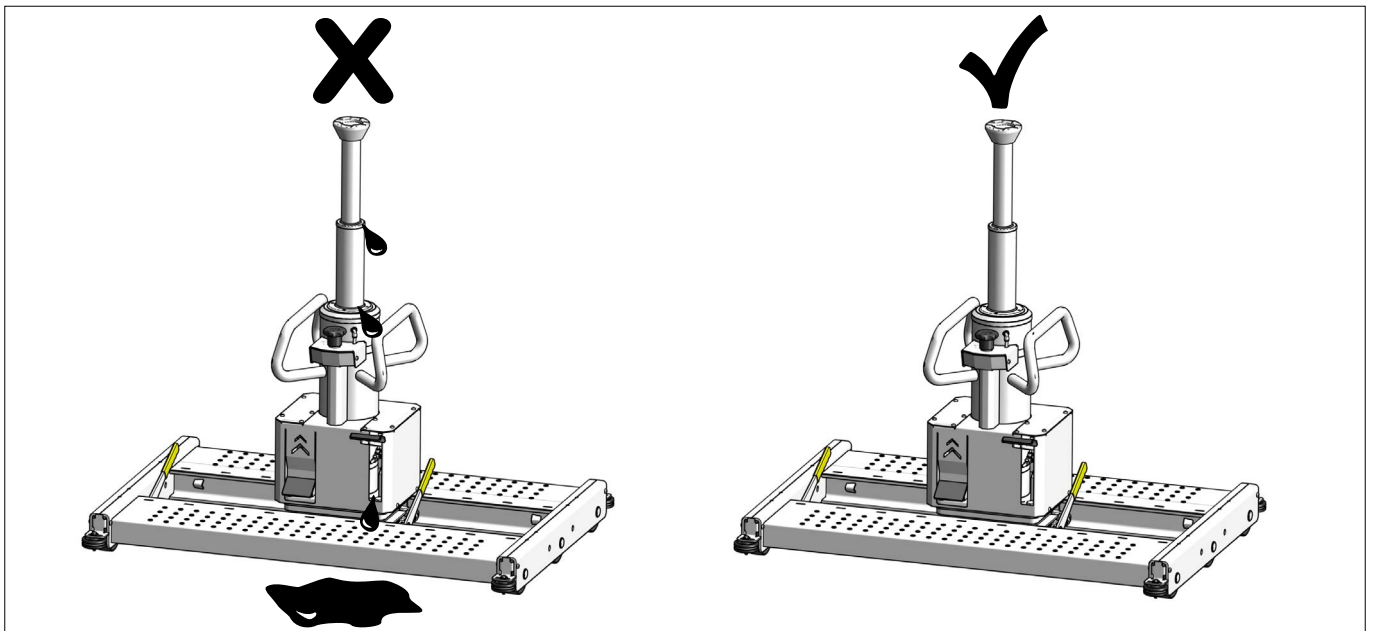

Fig.51
- Slangar, cylindre og pumpe for utætheder (*Fig. 51*)
- Hoses, cylinder and pump unit for leaks (*Fig. 51*)
- Dichtigkeit von Schläuchen, Zylinder und Pumpe (*Fig. 51*)
- Flexibles, cylindre et pompe pour les fuites (*Fig. 51*)
- Slangar, eventuellt läckage från cylinder och pumpenhet (*Fig. 51*)
- Letkut, sylinterin ja pumpun vuodot (*Fig. 51*)
- Slangen, cilinder en pompeenheid op lekken (*Fig. 51*)
- Fugas en la unidad de la bomba, el cilindro y las mangueras (*Fig. 51*)
- На предмет герметичности шлангов, цилиндра и насосного агрегата (Fig. 51)
- Perdite dei tubi, dei cilindri e dell'unità di pompaggio (Fig. 51)